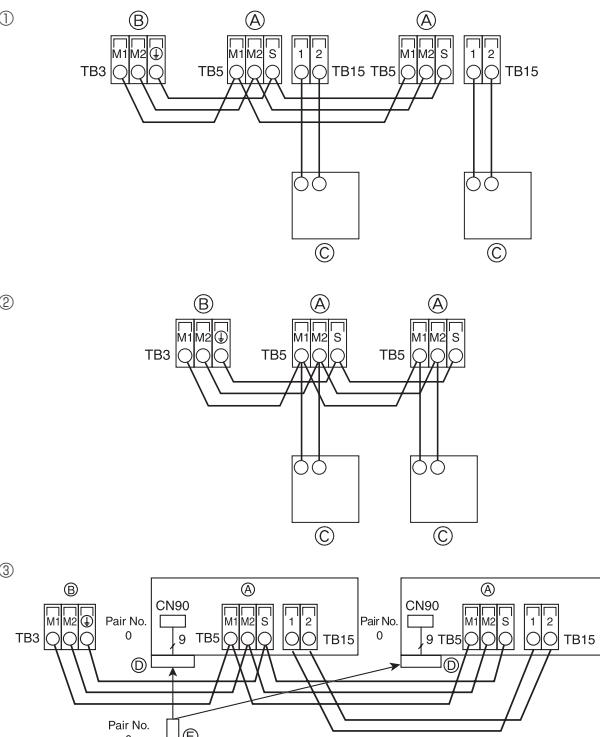

Fig. 4-5
4.4. Anschluss der Fernbedienungs-, Innen- und Außenübertragungskabel (Fig. 4-5)
① MA-Fernbedienung
② M-NET-Fernbedienung
③ Kabellose Fernbedienung (bei Installation des kabellosen Signalempfängers)